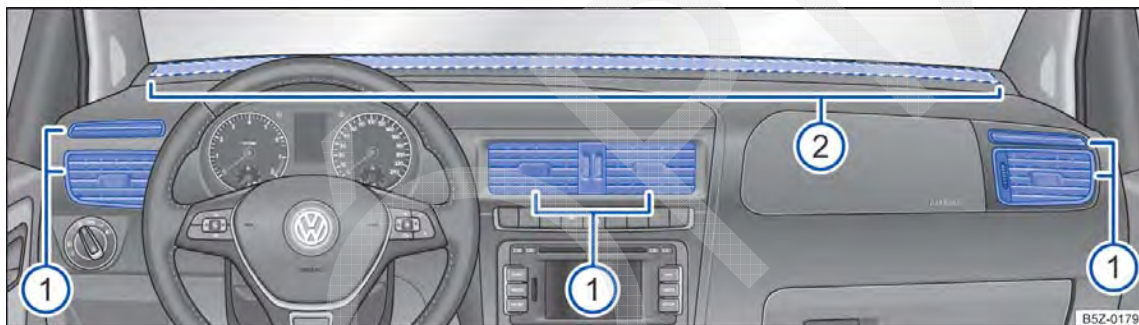

Fig. 123 No painel de instrumentos: difusores de ar.
Para que uma potência de aquecimento, uma refrigeração e uma entrada de ar suficientes sejam atingidas no interior do veículo, nunca fechar os difusores de ar completamente → Fig. 123 ①.
- Para abrir os difusores de ar ①, pressionar na parte superior do difusor de ar.
Há outros difusores de ar, não reguláveis. Encontram-se no meio do painel de instrumentos → Fig. 123 ②, nas áreas para os pés e na parte traseira do interior do veículo.